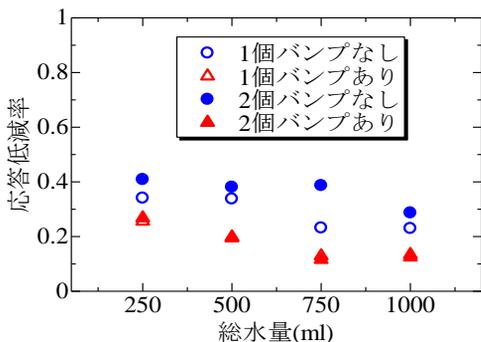

図4 バンプの有無と総水量に対する応答低減率
- 基本模型に対して、応答低減率は4割以下であり、水の量が増えるほど、またバンプなしよりバンプありの方が応答低減率は75~56%程度低くなることが分かった（図4）。